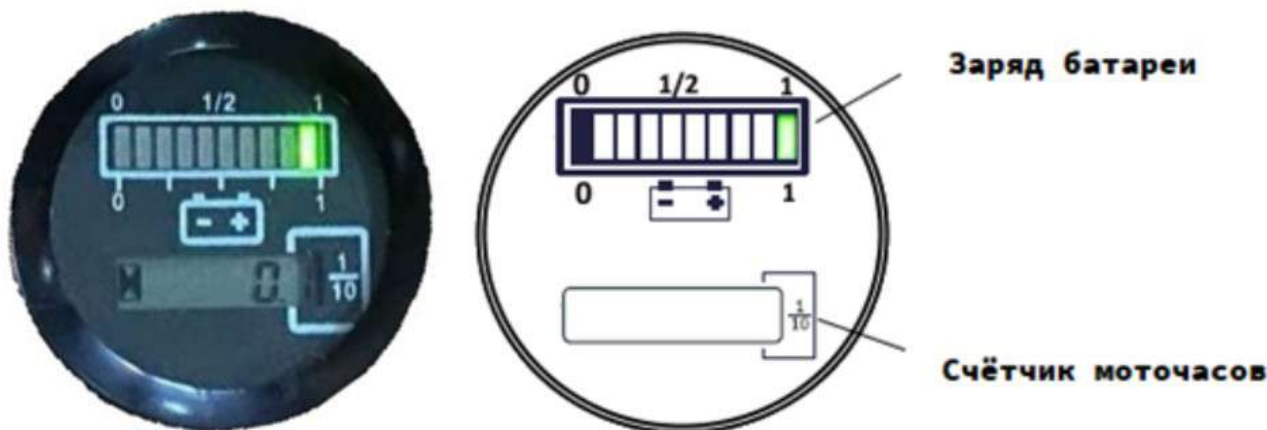

Рисунок 11. Индикатор.
**Внимание:** В некоторых версиях исполнения штабелера, датчик индикации заряда батареи визуально может отличаться от того, который указан на рис. 11.